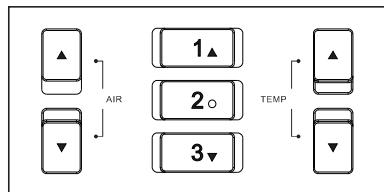

Рис. 1-4
1. Регулировка объема воздуха: нажмите кнопки  $\blacktriangle$  или  $\blacktriangledown$  «AIR» («ВОЗДУХ») (см. рис. 1-4). Чтобы быстро изменить значение, нажмите и удерживайте кнопку. Если не нажимать кнопки в течение 3 секунд, настройки будут сохранены автоматически.